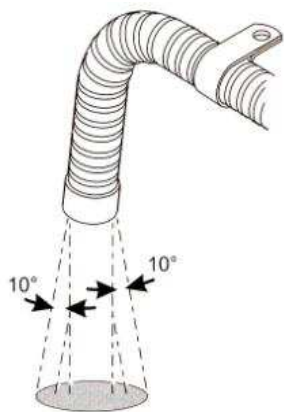

Рис. 22
4.6.6 В процессе работы печки выхлопная труба нагревается до высокой температуры. При установке убедитесь, что она проходит достаточно далеко от пластиковых частей или других частей корпуса транспортного средства обладающих небольшим тепловым сопротивлением. Выхлопная труба должна быть тщательно закреплена. Выхлопная труба должна быть расположена перпендикулярно поверхности дороги под углом $90^{\circ} \pm 10^{\circ}$. Для того чтобы гарантировать такой угол фиксирующий зажим должен располагаться на расстоянии 150 мм от конца трубы (Рис. 22).